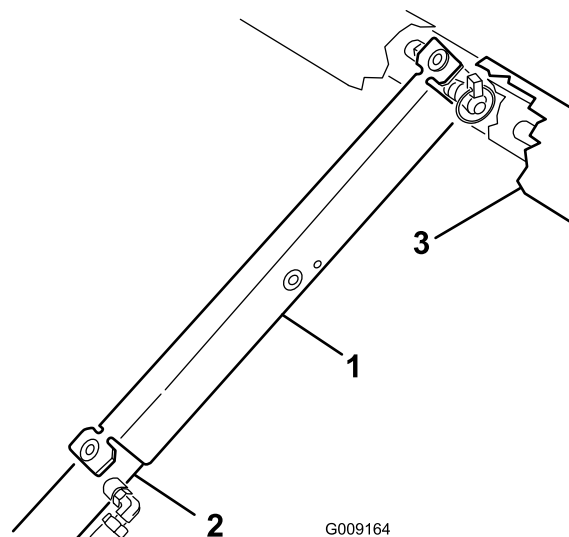

Figura 47
7. Empuje el soporte de la plataforma sobre el pistón, asegurándose de que los extremos del soporte descansan sobre el extremo del cilindro y sobre el extremo del pistón (Figura 47).